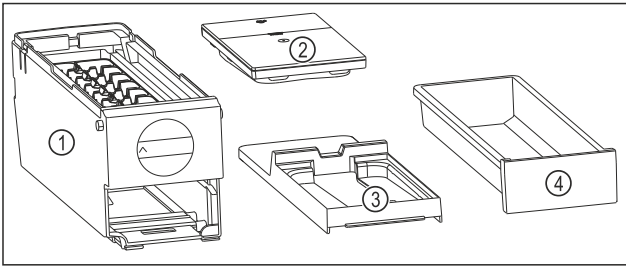

Fig. 84 Bestanddelen van de EasyTwist-Ice
- ▷ EasyTwist-Ice is in vier delen gedemonteerd. (zie Fig. 84)
- ▶ EasyTwist-Ice alleen in afgebeelde bestanddelen demonteren. (zie Fig. 84)
- ▶ EasyTwist-Ice-corpus Fig. 84 (1) als geheel reinigen.